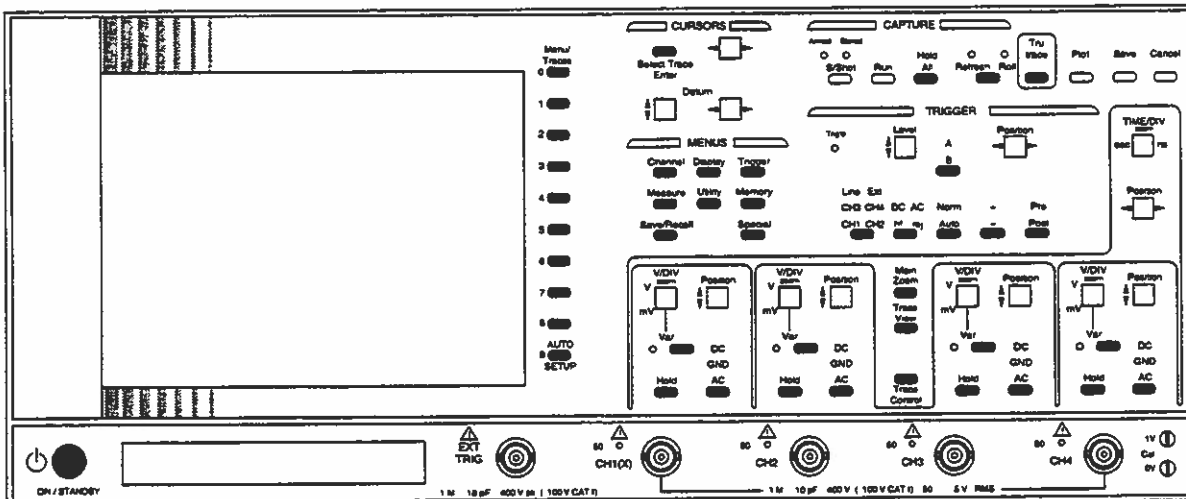

Abb.1.2b Wechseltasten
Beim zweiten Typ handelt es sich um Wechseltasten. Jede Betätigung schaltet eine Funktion ein bzw. aus, z.B. **Hold** (35), oder wählt den nächsten Schritt in einer Sequenz aus, z.B. **DC/GND/AC** (33). Siehe Abb. 1.2b.